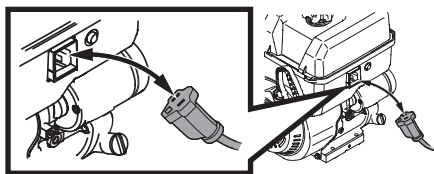

Figure 3
**NOTE :** Branchez toujours le cordon électrique à la prise de prise du moteur avant de le brancher à la prise murale. Voir Figure 3.